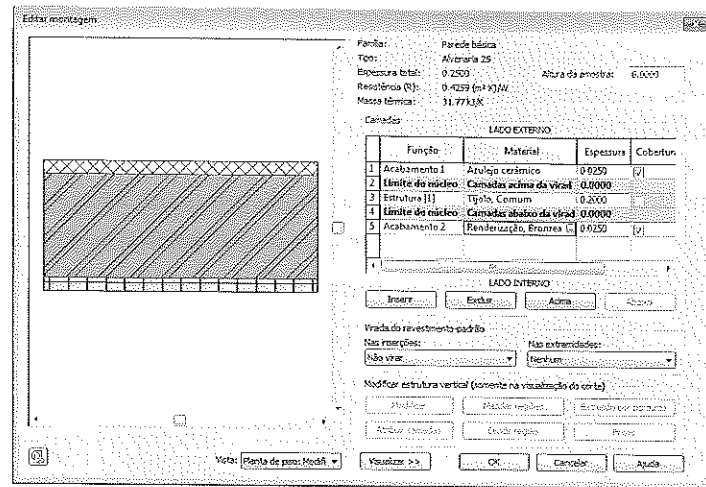

Figura 5.63 – Parede com camadas.
Ao término, a parede e suas características devem ficar semelhantes às da Figura 5.63.
- A parede acabada deve ficar como mostra a Figura 5.63. Clique em **Ok** para finalizar.